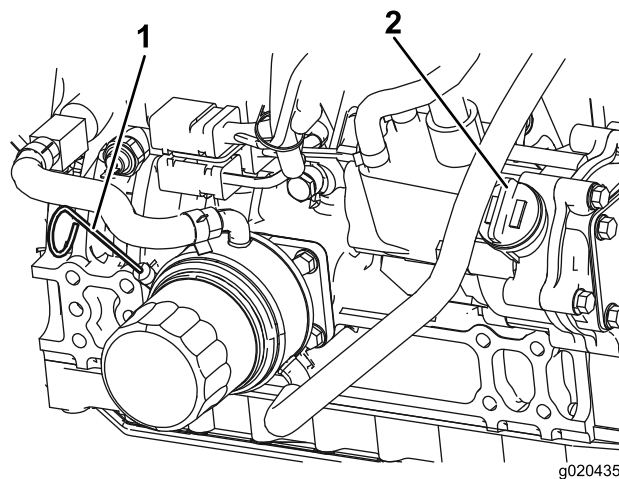

Figura 10
3. Togliete l'asta di livello, pulitela strofinandola, rimettetela nel tubo ed estraetela di nuovo. Il livello dell'olio deve raggiungere la tacca di pieno (Full) (Figura 10).
4. Se l'olio non raggiunge la tacca Full, togliete il tappo di riempimento (Figura 10) e aggiungete olio finché il livello non raggiunge la tacca. **Non riempite troppo.**